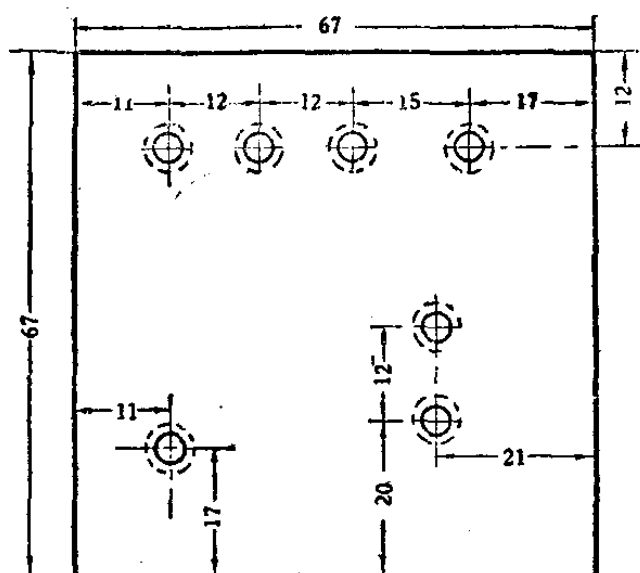

图 9-26
7. 底板：最好用 5 毫米厚的胶木板，按照图 9-26 做一块。底板上的孔都是 4.5 毫米直径。在底板的下面，用较大的钻头把洞扩大，使螺丝尾部完全埋在胶木板里，这样，不但式样美观，而且又能放得平稳。